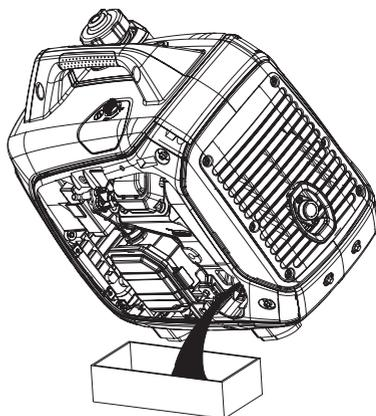

Рис. 15. Замена масла в двигателе
6. Подставьте ёмкость для масла под маслозаливную горловину, вместе с помощником наклоните генератор в сторону маслозаливной горловины и слейте отработанное масло в подготовленную для этого емкость через маслозаливную горловину (Рис. 15).